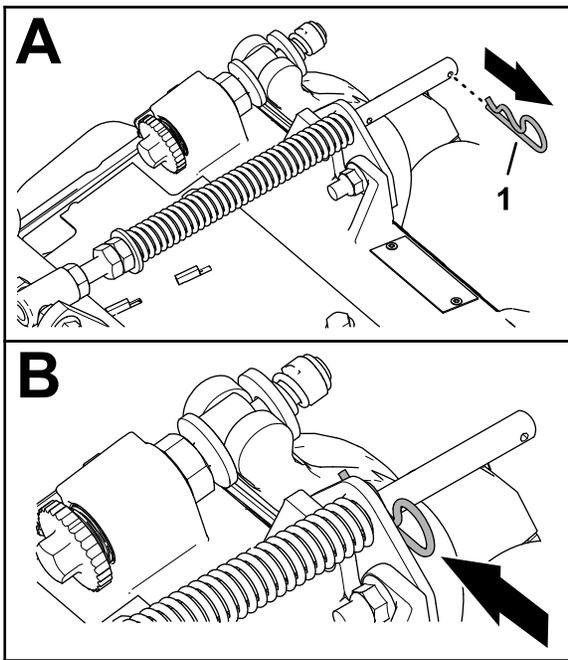

Figura 17
1. Se la coppiglia è montata nel foro posteriore dell'asta della molla di compensazione, rimuovete la coppiglia e inseritela nel foro accanto alla staffa (Figura 17).